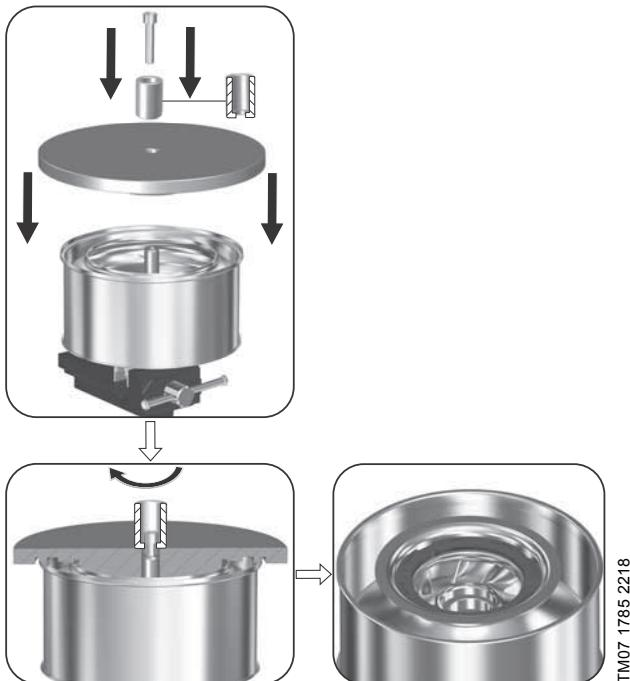

Рис. 33 Уплотнительное кольцо, стопор уплотнительного кольца и камера, установленные в приспособлении L.
- Установите камеру (4 или 4а) или всасывающий узел (44) поверх уплотнительного кольца (45) и стопора уплотнительного кольца (65). См. рис. 33 и 34.
- Установите верхнюю панель приспособления L поверх камеры или всасывающего узла и совместите до полного совпадения. См. рис. 33 и 34.
- Установите и заверните распорную трубку в верхнюю панель приспособления L. См. рис. 33 и 34.